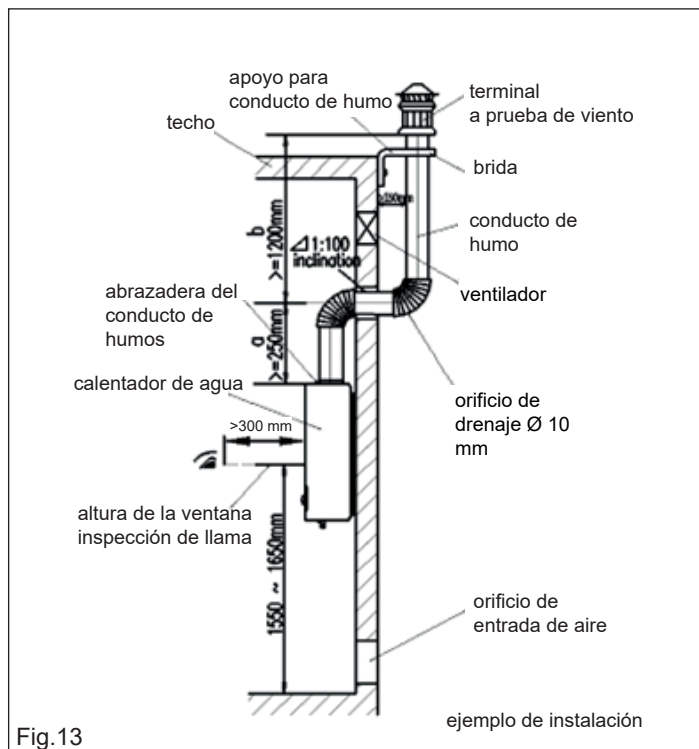

Fig.13
Siendo este aparato del tipo B11Bs, debe conectarse a una chimenea (Fig.13). Los requisitos detallados son los siguientes:
- En la salida de la chimenea se puede fijar un terminal antiviento (no suministrado), que no debe estar obstruido. Para prevenir la obstrucción del conducto, es obligatorio instalar estrictamente el conducto de descarga según la Fig. 13. Es muy importante mantener la dimensión $1450 \text{ mm} \leq a + b \leq 1850 \text{ mm}$. La estanqueidad de la conexión del conducto de la chimenea debe ser buena. Después de la instalación del conducto, verifique que el aparato funcione normalmente. Si el conducto de la chimenea debe atravesar materiales combustibles o una pared, es necesario utilizar material de protección térmica para rellenar el conducto de la chimenea con un espesor superior a 20 mm.
- No coloque materiales, especialmente inflamables, debajo, cerca o encima del producto (Fig. 16) y no obstruya la entrada de aire (Fig. 13).
- Para la descarga de los productos de la combustión, es necesario instalar una chimenea como se muestra en la Fig. 13, manteniendo limpio el aire en el interior del ambiente.